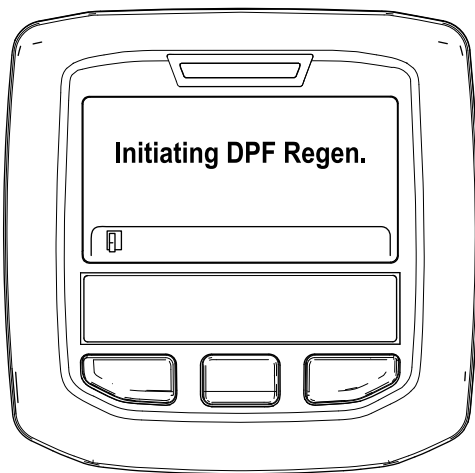

Figura 38
- A. Aparece el mensaje "Iniciando regeneración del FPD" (Figura 38).